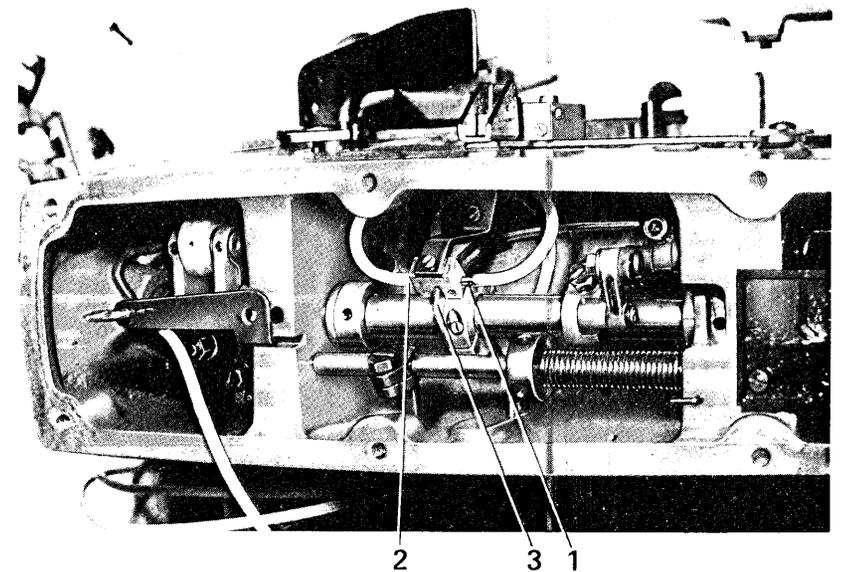
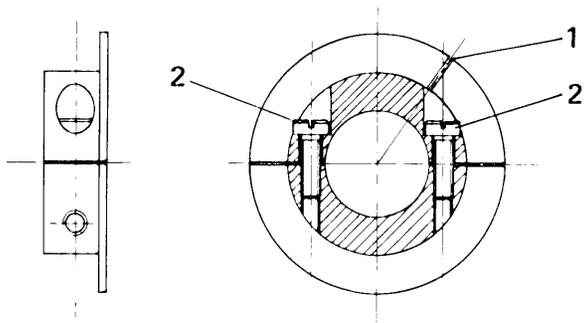

Fig. 26
Fig. 27
Il gruppo consenso è costituito da un tubetto emettitore 1 fig. 26 e un tubetto ricevitore 2 entro i quali si muove un disco posizionale 3 montato sull'albero superiore della testa cucitrice. Il disco posizionale è provvisto di una piccola fessura 1 fig. 27 e all'arresto della macchina (con ago al punto morto superiore) deve trovarsi in posizione tale da permettere al getto d'aria uscente dell'emettitore 1 fig. 26 di passare attraverso la fessura e di arrivare al
- Se, dopo aver svitato completamente la vite di regolazione, non si riuscisse ad ottenere il taglio dei fili, occorrerà verificare la posizione del disco posizionario 3 fig. 26 il quale può ruotare rispetto all'albero superiore, previo allentamento delle due viti 2 (fig. 27)